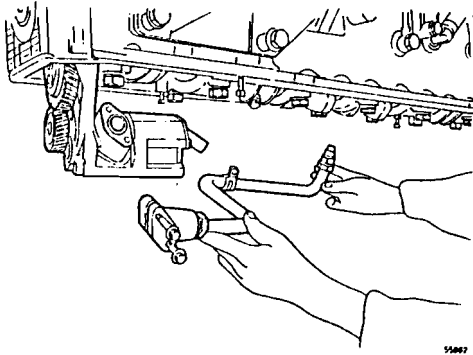

Fig. 200
- 11 Montar el tubo del aceite a presión entre la bomba de aceite y el bloque del motor, véase la fig. 200.